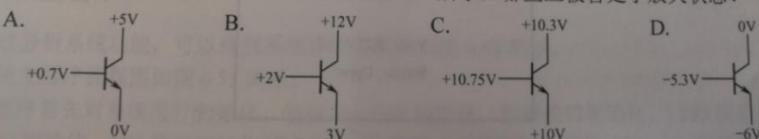

图 6.48 三极管各极电压
(8) 测得某些电路中三极管的各极电压如图 6.48 所示，哪些三极管处于放大状态？( )